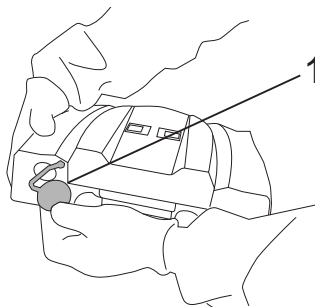

Fig.26
- Ta korken av oppsamlingstanken (fig. 26 - ref. 1).